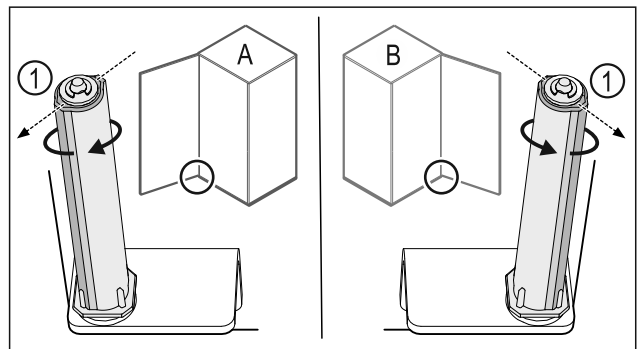

Fig. 43 Bal oldali ütköző (A) / Jobb oldali ütköző (B)
- ▶ Forgassa el a zárrendszert az ellenállással szemben, amíg a zárrendszer Fig. 43 (1) támasztója kifelé nem mutat.